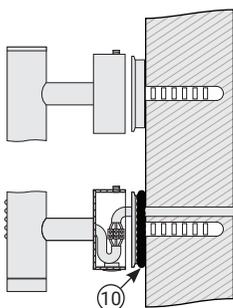

Рис.5
- 4.2.7. Заправить провода в коробку скрытого подключения (рис. 5).
- 4.2.8. Для повышения степени защиты произвести герметизацию шва силиконовым герметиком по контуру примыкания коробки скрытого подключения и стены (рис. 5 «14»).